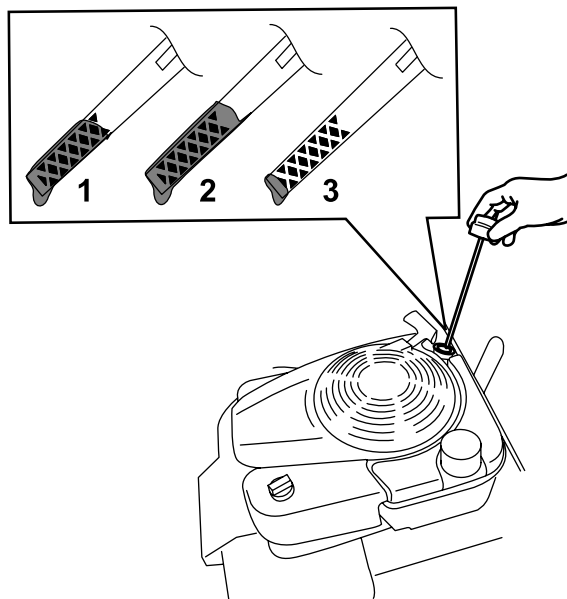

Figura 22
- Scoateți joja rotind capacul în sens invers acelor de ceasornic și trăgându-l (Figura 22).
10. Verificați nivelul de ulei indicat pe jojă (Figura 22).